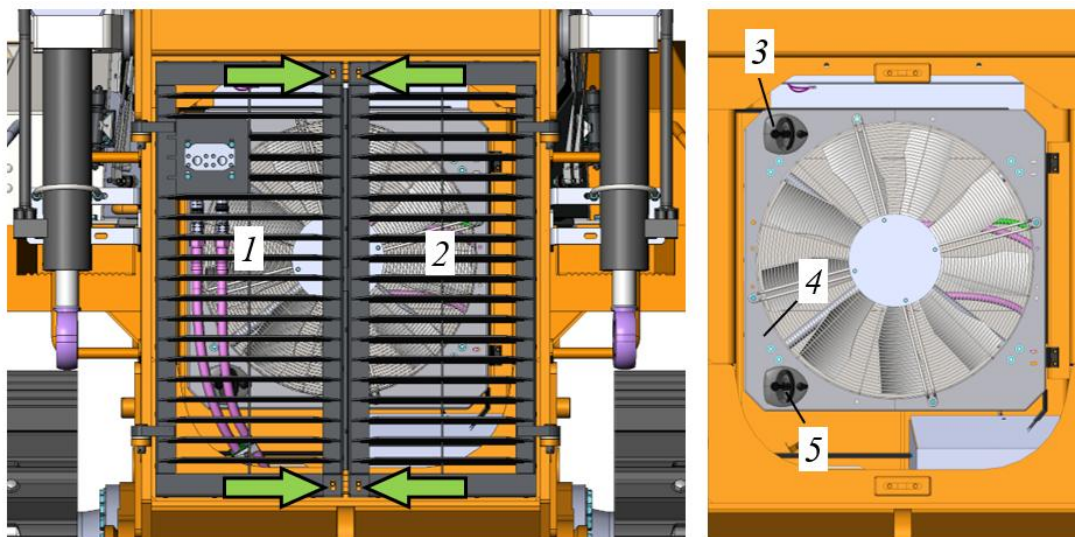

Рисунок 5.32. Процедура открытия защитных решеток и рамы вентилятора
Для открытия защитных решеток необходимо – выкрутить крепежные болты, место расположения болтов показано стрелками, см. рис. 5.32. Створки защитных решеток блока радиаторов открываются наружу.
- ▶ Открыть раму вентилятора поз. 4, рис. 5.32.
- ▶ Закрыть и запереть на ключ раму вентилятора 4, рис. 5.32. Закрыть защитные решетки радиатора поз. 1-2 (рис. 5.32), зафиксировав их в закрытом положении при помощи болтов (места расположения крепежных болтов показано стрелками).
- ▶ Открыть защитные решетки радиатор рис. 5.32, подробный алгоритм действий изложен в п. 5.8.2 «Чистка блока радиаторов сжатым воздухом».